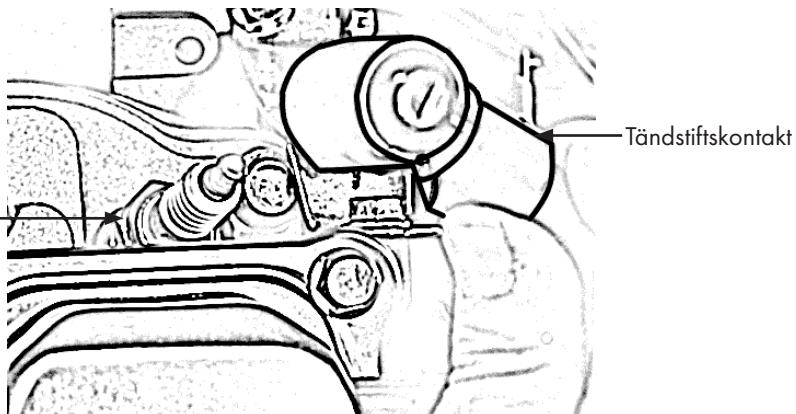

Bild 17
- Ta bort tändstiftshatten, bild 17.